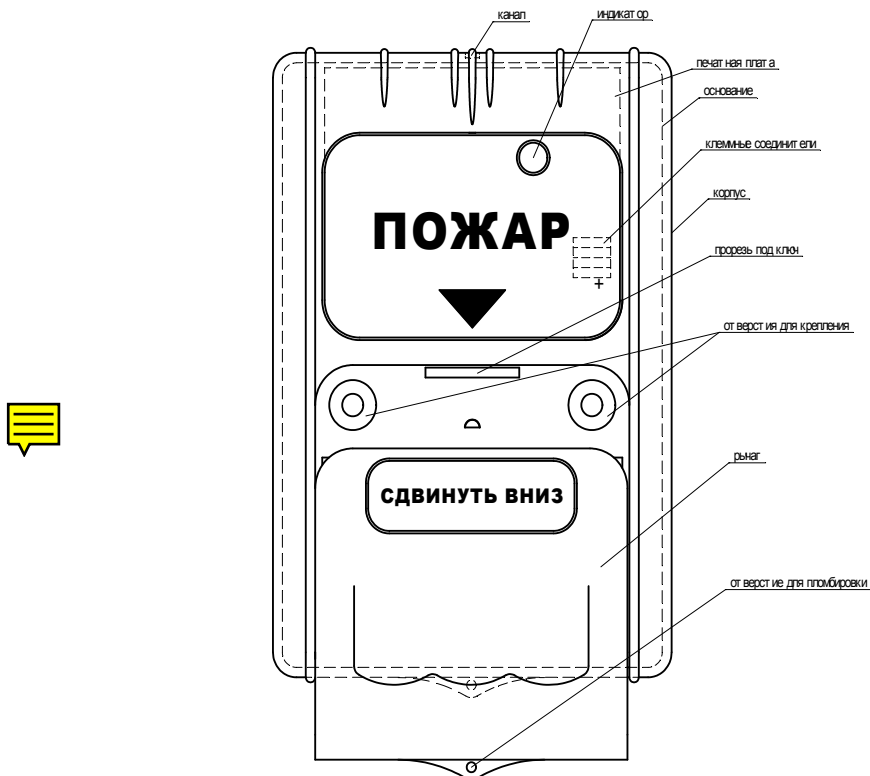
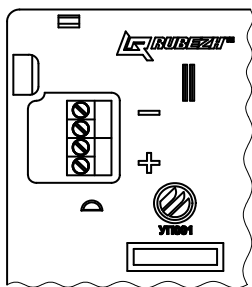
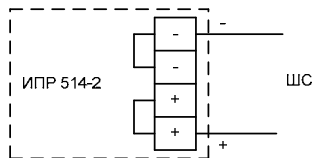

Рисунок 1 – Устройство извещателя
Рисунок 4
Рисунок 5
6.8 Перед установкой извещателя подсоединить провода ШС к клеммным соединителям, руководствуясь маркировкой на основании извещателя (см. рисунок 4) и схемой подключения (см. рисунок 5). Клеммные контакты для подключения ШС попарно соединены. При необходимости выломать верхний канал (см. рисунок 1) и пропустить через него провода.
После монтажа проводов переместить в нижнее положение рычаг, привернуть извещатель к стене двумя шурупами через отверстия в корпусе извещателя. Затем вставить в прорезь ключ, входящий в комплект поставки, и перевести рычаг в верхнее положение (см. рисунок 1).